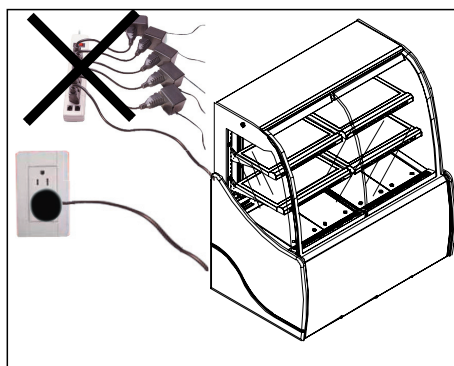

Fig. 6
**IMPORTANTE:** Conecte el equipo en forma independiente (sin utilizar ningún tipo de extensión eléctrica) y, de preferencia a un centro de carga con una pastilla (interruptor termomagnético) de 30 Amperes. (fig. 6)